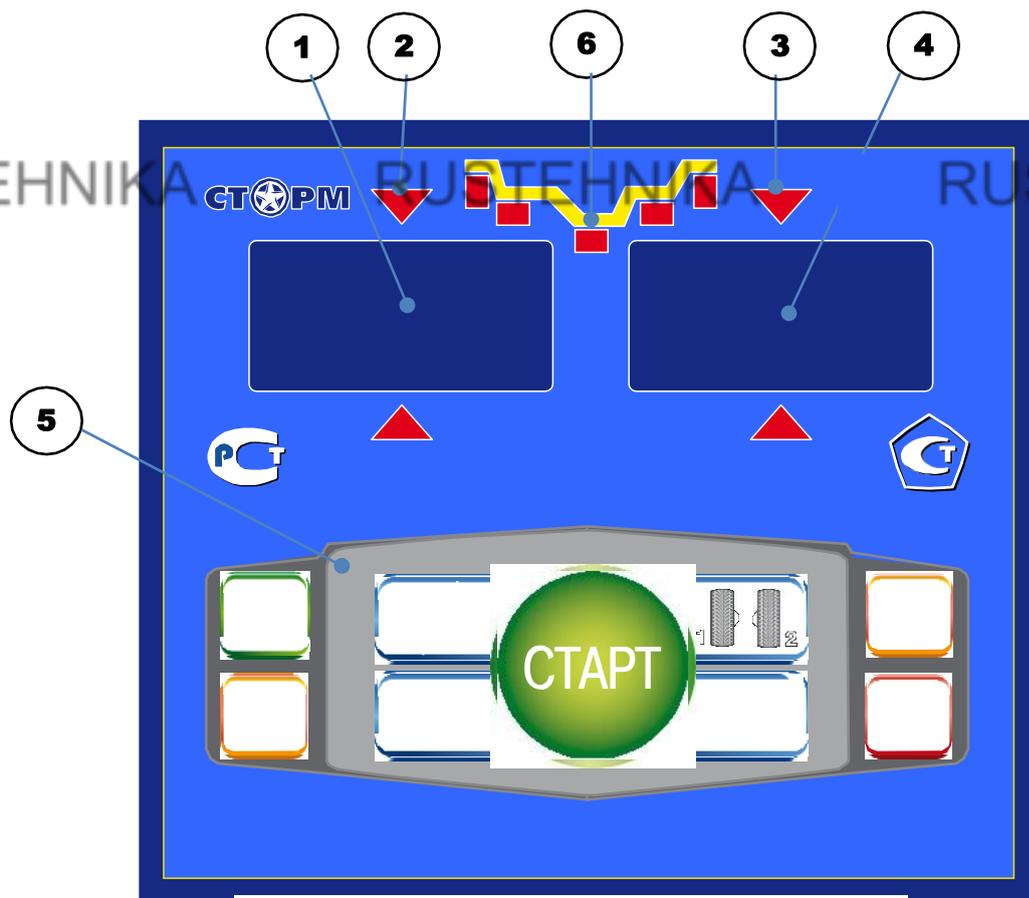

рис.8.1.
8.1. Общий вид лицевой панели показан на рис. 8.1.
При выдвижении штанги на индикаторах 1 (рис. 8.1) отображается значение параметра "A". Значение параметра "d" отображается на индикаторах 4.
Для ввода ширины нажмите кнопку "+" или "-" на индикаторах 1(рис.8.1) высветится "-b-", а на индикаторах 4 значение ширины диска. Через 2-3 сек после установки ширины индикаторы в режим отображения текущего дисбаланса.
Дважды нажать кнопку "A, d, b", после чего на индикаторах 1 (рис.8.1) загорается символ "A", а на индикаторах 4 исходная величина дистанции. Нажимая кнопки "-" и "+" установить на индикаторах 4 требуемую величину дистанции. Через 2-3 сек после установки дистанции показания на индикаторах 1 и 4 возвращаются к отображению текущего дисбаланса, а кнопки "-" и "+" возвращаются в режим ввода ширины обода.
11.1. Переключение схем ALU1-ALU5 осуществляется последовательным нажатием кнопки "ALU" при этом схема установки грузов отображается загоранием соответствующих светодиодов 6 (рис.8.1), кроме того, на индикаторах 1 отображаются символы ALU, а на индикаторах 4 номер 1-5. Через 2-3 сек. после установки требуемой программы ALU индикаторы 1-4 переходят в режим отображения дисбаланса.
Эта функция обеспечивается тем, что каждый раз при вводе новых геометрических параметров и установке требуемой программы ALU, предыдущее состояние запоминается. Для перехода от одного набора параметров к другому необходимо нажать кнопку "1-2". Визуальный контроль того, какие параметры установлены в данный момент, осуществляется нажатием "A, d, b" на индикаторах 4 (рис.8.1) будут последовательно отображены, установленные в данный момент диаметр и ширина обода и дистанция.
14.1. При включении тумблера питания СБ на индикаторах 1 (рис. 8.1) высвечивается трёхзначное число -номер версии программного обеспечения. Через 2-3 сек на индикаторах 1 и 4 должны загореться нули, кроме того должны загореться светодиоды 6, что свидетельствует о включении режима стандартной балансировки с установкой на обеих плоскостях коррекции грузиков на пружинках. На светодиодах 2 и 3 (рис. 8.1) должны загореться оба светодиода.
14.2. При включении СБ программа измерения дисбаланса настраивается таким образом, что дисбаланс менее 8 г (заводская установка) на любой плоскости коррекции не показывается, в этом случае на индикаторах 1 и 4 (рис. 8.1) высвечиваются "0". Минимальный дисбаланс отображающийся на индикаторах 1 и 4 равен 8г. Дисбаланс, превышающий 8г, округляется до величины кратной 5, т. е. дисбаланс 9, 10, 11 и 12 г отображается цифрой 10, дисбаланс 13, 14,15, 16 и 17 г - цифрой 15 и т. д. Для просмотра неокруглённого значения дисбаланса или дисбаланса менее 8г. необходимо нажать кнопку "<", при этом на индикаторах 1 и 4 на 2-3 сек высвечиваются фактические значения дисбаланса, определённые в данном запуске.
14.5.1. Поднимите защитный кожух. Вручную поворачивайте колесо в направлении, которое показывают светодиоды 2 и 3 (рис. 8.1.) до тех пор, пока не загорятся оба светодиода и начнут мигать вместе с значением массы корректирующих грузов.